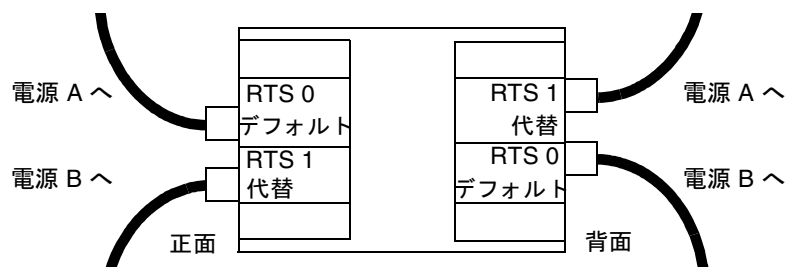

図 3-9 2つの RTU アセンブリおよび2つの独立した AC 電源での構成
- 2つの RTU アセンブリおよび2つの独立した AC 電源を使用する構成では、システムの正面に2本、背面に2本の計4本のケーブルを接続します(図 3-9)。
10. 各電源ケーブルのもう一方の端を、専用のコンセントに接続します (図 3-9)。